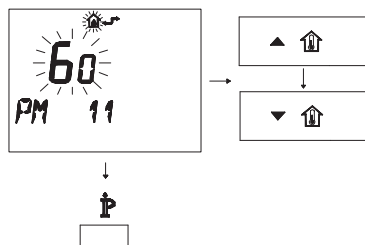

Figura 5.63
- Per modificare il SET programmato agire sui pulsanti ▲ o ▼ e aspettare che il numero programmato cominci a lampeggiare (Figura 5.63). Ogni passo incrementato o decrementato corrisponde a 1 secondi.